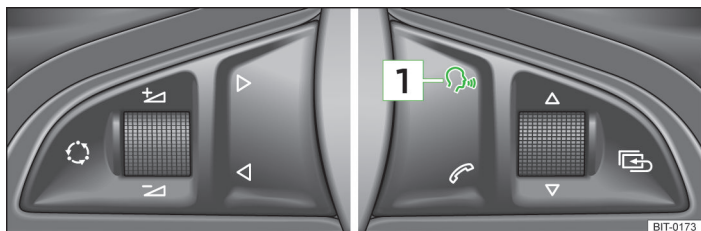

Abb. 116 Multifunktionslenkrad
- › durch kurzes Drücken der Taste  » Abb. 116 am Multifunktionslenkrad;
Der Dialog kann jederzeit durch kurzes Drücken der Taste  » Abb. 116 am Multifunktionslenkrad1) begonnen werden.
Wenn das System gerade eine Meldung abspielt, dann ist es notwendig, die gerade abgespielte Meldung durch Drücken der Taste  » Abb. 116 am Multifunktionslenkrad zu beenden.
- durch kurzes Drücken der Taste  » Abb. 116 am Multifunktionslenkrad.